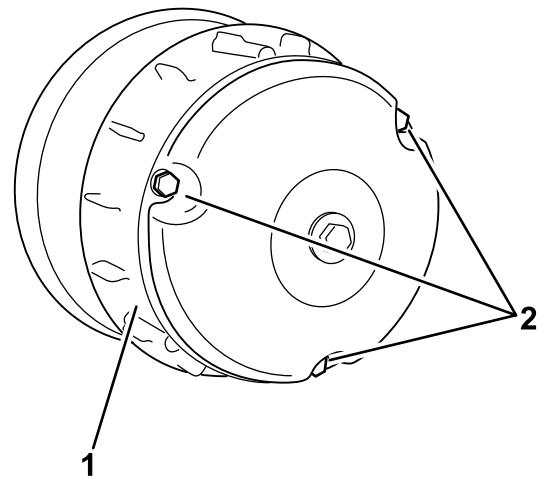

Figura 61
4. Instale la cubierta del embrague, fijándola con los 3 pernos (Figura 61) que retiró en 2.
2. Retire los 3 pernos que sujetan la cubierta al embrague, y retire la cubierta (Figura 61).